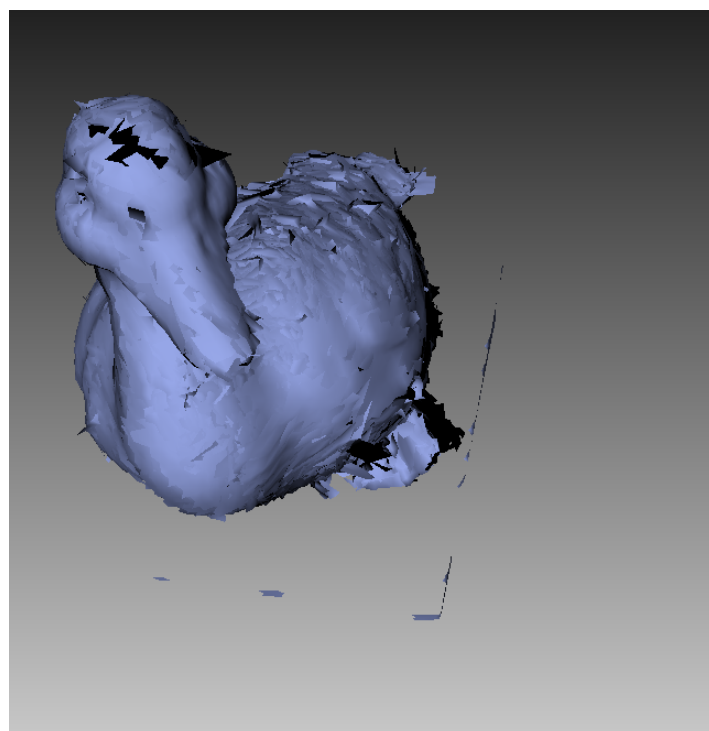

Рис. 8.27: Результат совмещения
4. Нажмите кнопку *Собрать...* для запуска совмещения с указанными ограничениями (результаты сборки показаны на Рис. 8.27). Если вас не устраивают результаты сборки, нажмите кнопку ↶ и создайте дополнительные наборы точек или переместите существующие наборы. Для повторения ранее отмененной операции нажмите ↷.